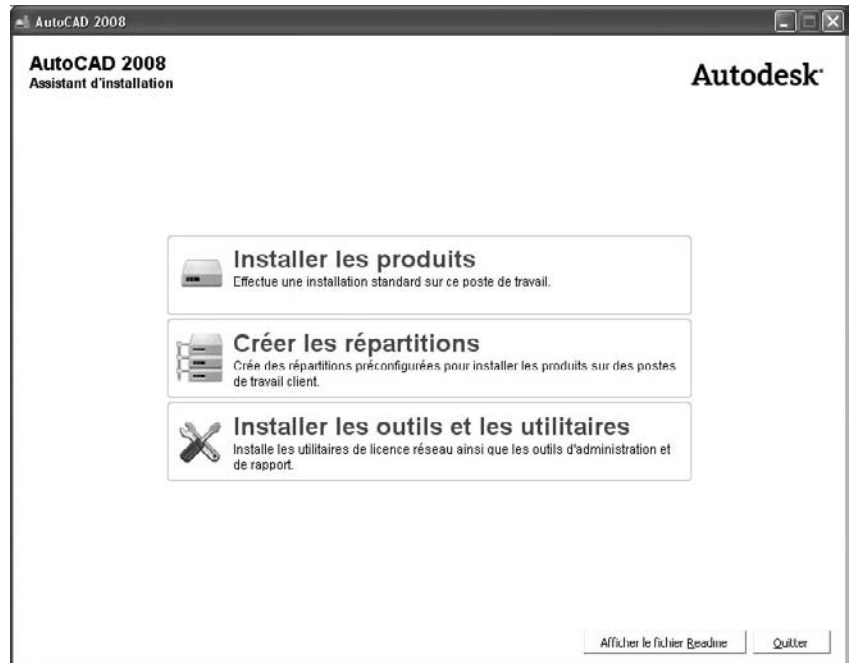

Fig.1.2
- 2 Dans l'assistant d'installation d'AutoCAD, cliquez sur **Installer les produits** (fig.1.2).